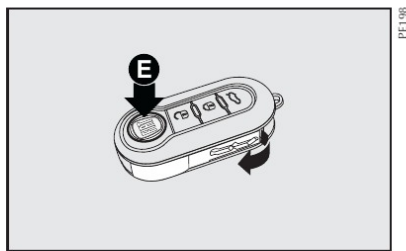

fig. 3
**Ao apertar o botão E-fig. 3, prestar a máxima atenção para evitar que a saída do encaixe metálico possa causar lesões ou danos. O botão E-fig. 3 deve ser apertado somente quando a chave se encontrar longe do corpo, particularmente dos olhos e de objetos que podem ser danificados (roupas, por exemplo). Não deixar a chave em qualquer lugar para evitar que alguém, principalmente crianças, possa manejá-la e apertar involuntariamente os botões.**
Para introduzir a haste metálica na empunhadura da chave, pressionar o botão E-fig. 3 e girar a haste da chave. Soltar o botão e continuar girando a haste no sentido da seta, até perceber o ruído de travamento.